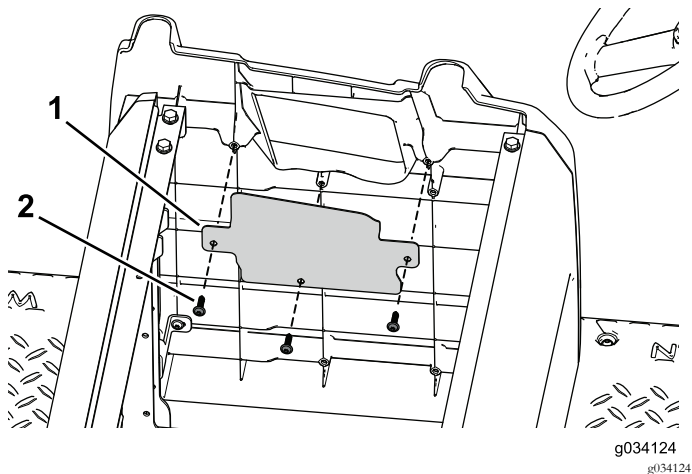

Figura 96
- Utilice los 3 tornillos autorroscantes para sujetar la tapa de la abertura de la placa lateral (Figura 96).